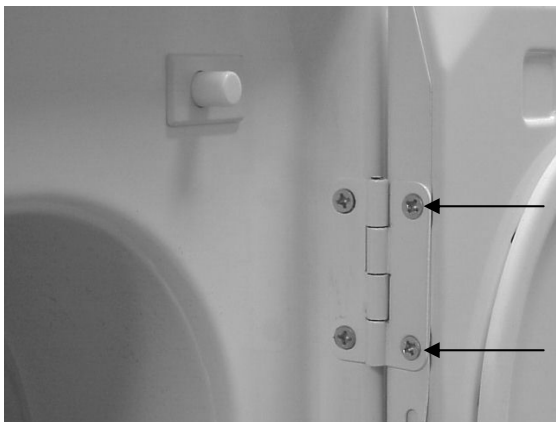

Figure 3
3. Placez la Porte, avec le côté de la charnière vers le bas, sur une serviette ou un matelas étroit, pour éviter qu'il soit doublé. Enlevez les quatre (4) vis restantes entre la charnière et la porte. (Figure 3).